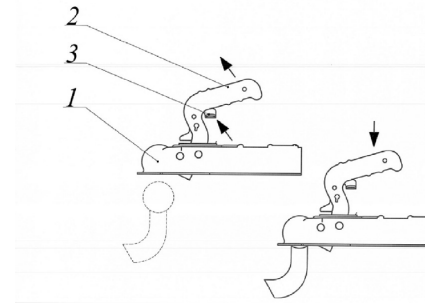

Рис.5
- подтяните прицеп так, чтобы центр сферической полости корпуса сцепного устройства 1, см. рис.5 совместился с центром шара тягово-сцепного устройства (ТСУ); нажмите на рычаг фиксатора 3, подайте рычаг 2 вперед и вверх (положение открыто);